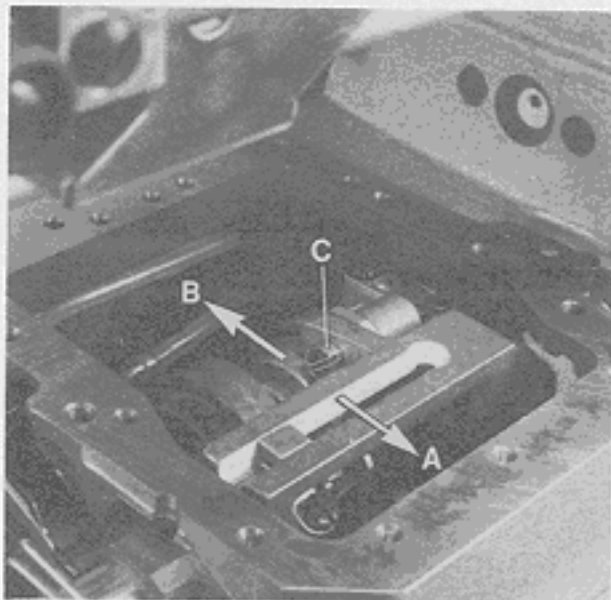

Fig.69
2. Loosen screw (C, Fig. 69).
3. To increase the looper avoid motion move screw (C, Fig. 69) in the direction of the arrow towards "A", to decrease the motion move it in the direction towards "B". Retighten screw.
2. Lösen Sie die Schraube (C, Fig. 69).
3. Verschieben Sie für einen größeren Seitenweg die Schraube (C, Fig. 69) in Pfeilrichtung nach "A" und für einen kleineren Seitenweg in Richtung nach "B". Ziehen Sie die Schraube wieder an.